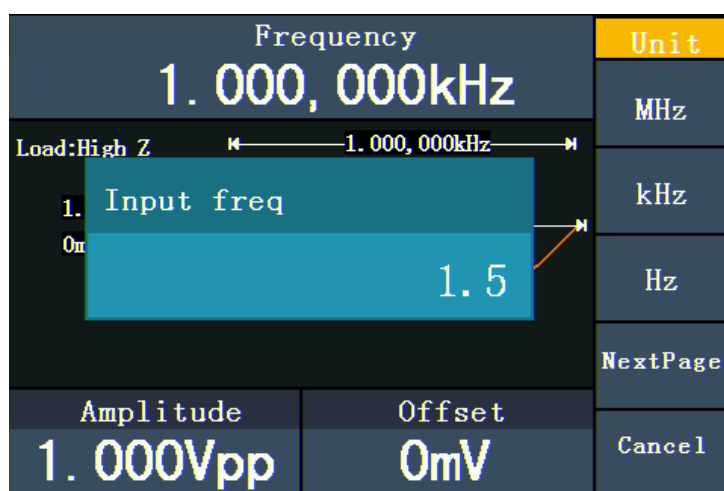

Figura 5-2: Configurar Frequência usando as teclas numéricas.
- Ao pressionar uma tecla numérica no painel frontal, uma nova janela irá aparecer na tela (conforme a figura 5-2 a seguir); continue usando o teclado numérico para entrar com o valor desejado. Caso queira apagar o último número, pressione a tecla de direção esquerda ◀. Use os botões de **F1** a **F3** para selecionar a unidade, ou pressione **F4** para ir para a próxima página e escolher outras unidades. Caso queira cancelar a operação, pressione **F5**.